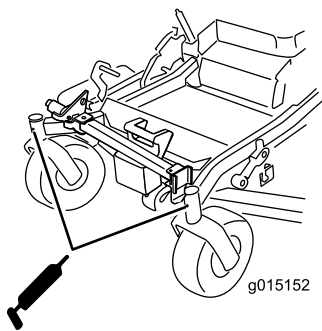

Bild 48
10. Ziehen Sie die Schmierpresse aus der Öffnung. Drehen Sie die Sechskantschraube und Staubkappe wieder ein (Bild 48).